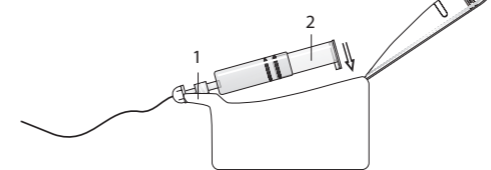

Fig. 3. Sprøjtens placering i pumpen.
4. Placer sprøjten i pumpen med forenden først (1). Lad sprøjten falde på plads så pistonens gevind (2) placeres på drivskruen (se Fig. 3).
⑤